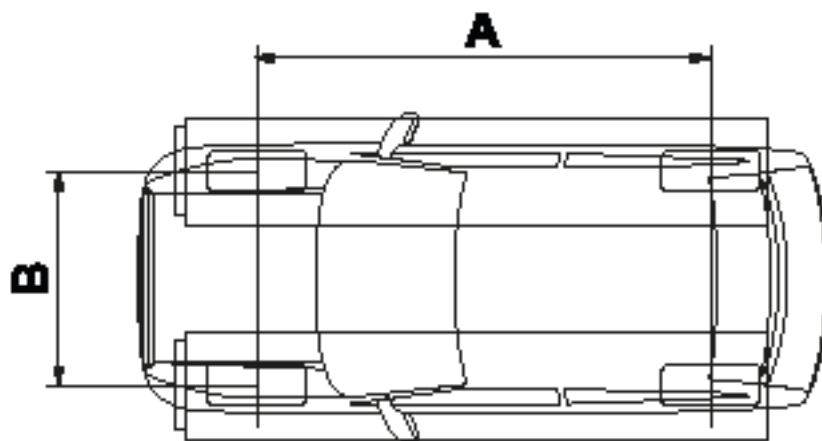

Fig. 2
- Distance minimale des points de levage (A) 3 000 mm (fig. 2).
- Chaussée minimale (B) 1 700 mm (fig. 2).